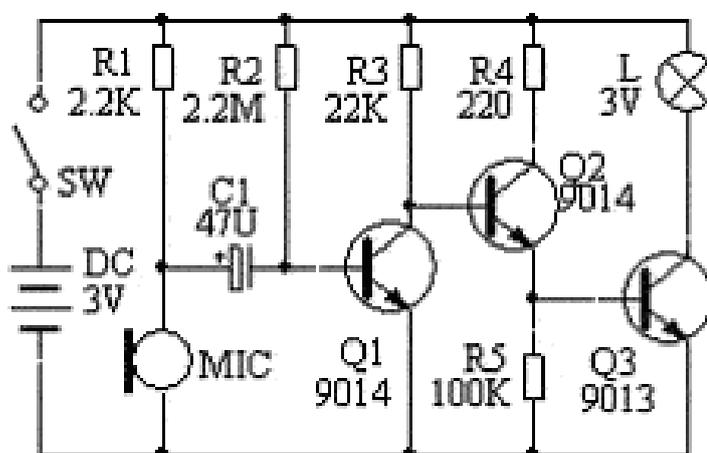

图 19-1 声控延时小夜灯电路
**二、工作原理** 声控延时小夜灯电路如图 19-1 所示, R1 为话筒 MIC 的偏置电阻, R2、R3 使 Q1 处于临界截止状态,当话筒 MIC 接收到音频信号后,通过 C1 耦合给 Q1 基极,在音频信号的正半周加深 Q1 的导通, Q1 还是